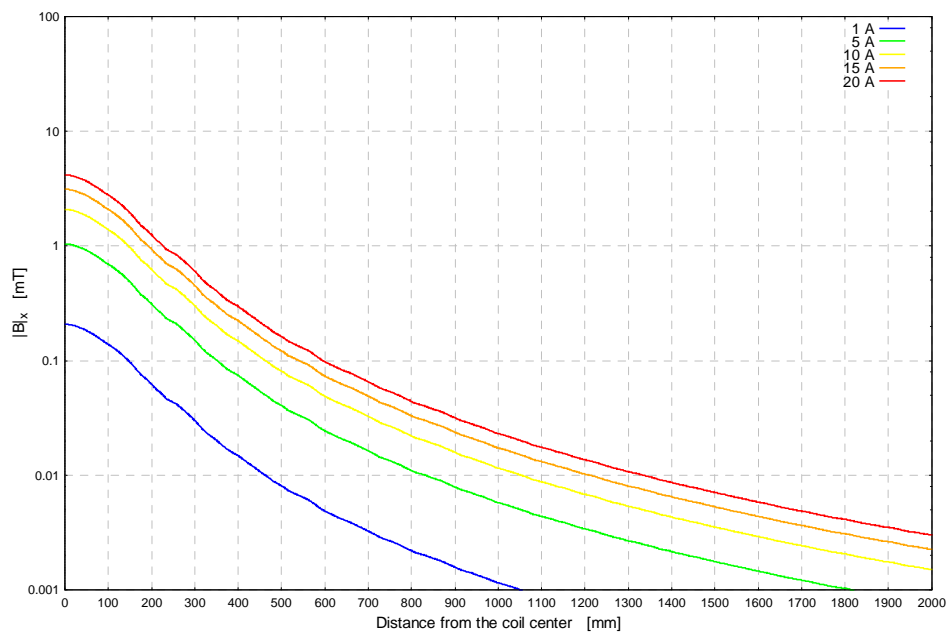
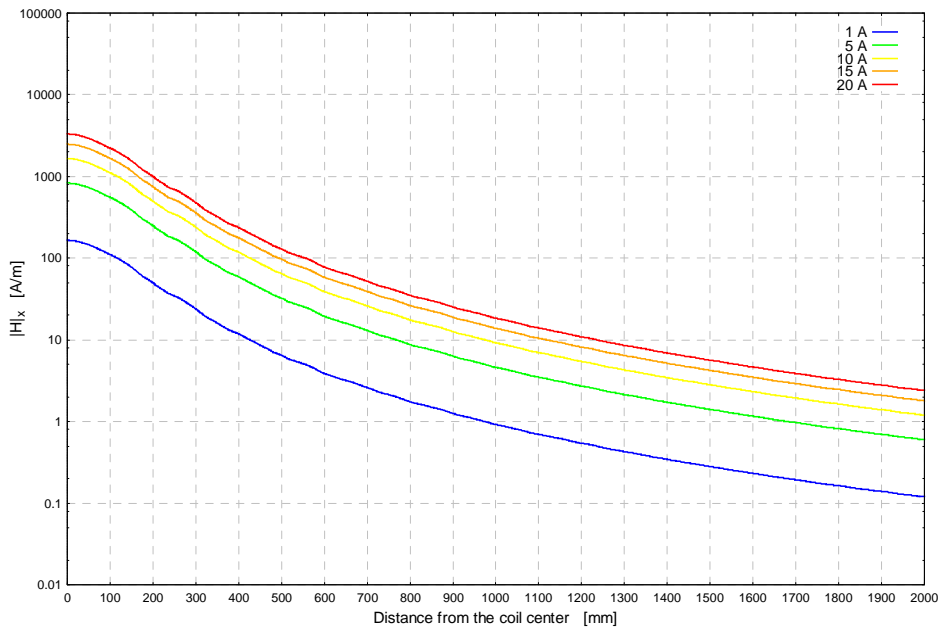

Abb.3: Der Betrag der magnetischen Flussdichte entlang der  $x$ -Achse als Funktion der Entfernung von der Spulenmitte für verschiedene Stromstärken.
Abb. 5: Der Betrag der magnetischen Feldstärke entlang der  $x$ -Achse als Funktion des Abstandes von der Spulenmitte für verschiedene Ströme.
Dieses Dokument beschreibt die Sicherheitsvorkehrungen, die bei der Benutzung der FESP 5132 zu beachten sind. Sie erzeugt Magnetfelder was speziell von Personen mit Implantaten, z.B. Herzschrittmachern beachtet werden sollte. Anhand der Finite-Elemente-Methode wurde die Feldverteilung um die Spule simuliert. Die Spule wurde modelliert (siehe Abb. 1) und die Feldverteilung graphisch dargestellt (Abb. 2), sodann wurde der magnetische Fluss (Abb. 3 und 4) sowie die magnetische Feldstärke (Abb. 5 und 6) in Abhängigkeit der Entfernung zur Spule dargestellt. Die Darstellung wurde mit verschiedenen Strömen parametrisiert. Die Feldstärke wurde in Betriebsrichtung  $x$  und in radialer Richtung  $r$  untersucht.
*The purpose of this document is to provide the safety instructions that are required to operate the radiating loop FESP 5132. Special care should be taken by people with magnetic-field-sensitive implants (e.g. pacemakers). This document reports the simulation results that have been performed using FEMM (Finite Element Method Magnetic). A model of the radiating loop has been developed (Fig. 1) and the results are presented in terms of the magnetic field intensity as a function of the distance (Fig. 2). The magnitude of the flux intensity (Fig. 3 & 4) and the magnitude of field strength (Fig. 5 & 6) are presented as a function of the increasing distance from the center of the radiating loop and for different currents. The intentional operating direction of the coil has been assigned with  $x$  and the radial direction with  $r$ .*
Fig. 3: The magnitude of the magnetic flux density measured along the  $x$ -axis as a function of the distance from the coil center and the current through the coils.
Fig. 5: The magnitude of the magnetic field strength measured along the  $x$ -axis as a function of the distance from the coil center and the current through the coils.